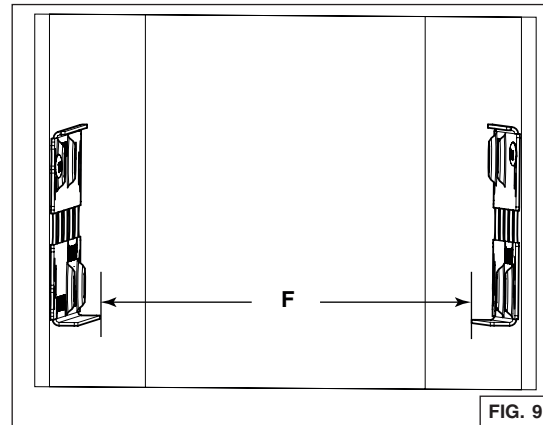

FIG. 9
6. Medir la distancia entre ambos bordes inferiores de los soportes (F) (FIG. 9). La tabla siguiente indica la distancia adecuada.